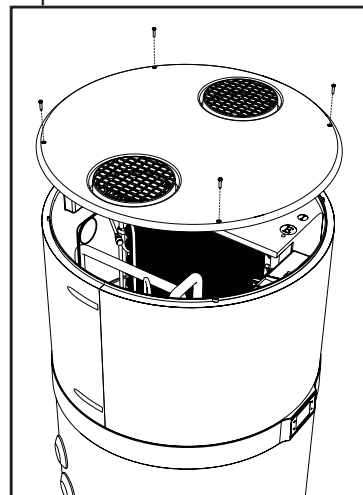

fig. 75- Retrait du panneau supérieur
- Retirez le couvercle supérieur en dévissant d'abord les vis de verrouillage (fig. 75).